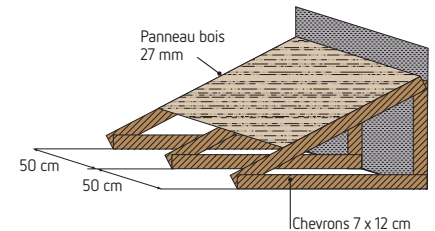

Fig.1
- Les parois de la structure qui abrite le silo doivent avoir une épaisseur minimum de 15 cm et pouvoir résister au feu. En effet, la solidité du silo doit être suffisante pour résister à la pression exercée lors du remplissage du silo (entre 0,4 et 1 bar). Pour un silo en bois, il faut prévoir des plaques métalliques ou des planches d'une épaisseur minimum de 27 mm fixées sur une ossature capable de supporter la charge maximale de granulés. (fig. 1)